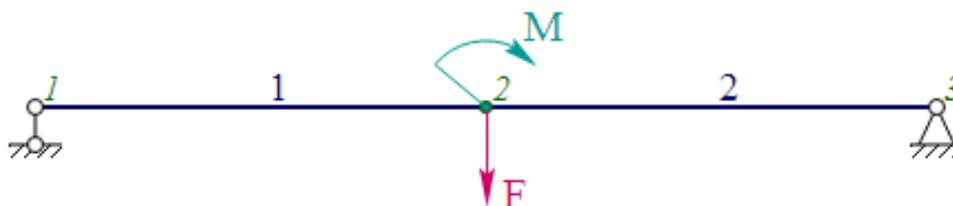

Рисунок 5 – Схема к заданию 8
8. Покажите направление реакций связей и составьте уравнения равновесия для определения этих реакций в общем виде (рисунок 5). Длины участков балки равны: l_{12} , м, l_{23} , м.